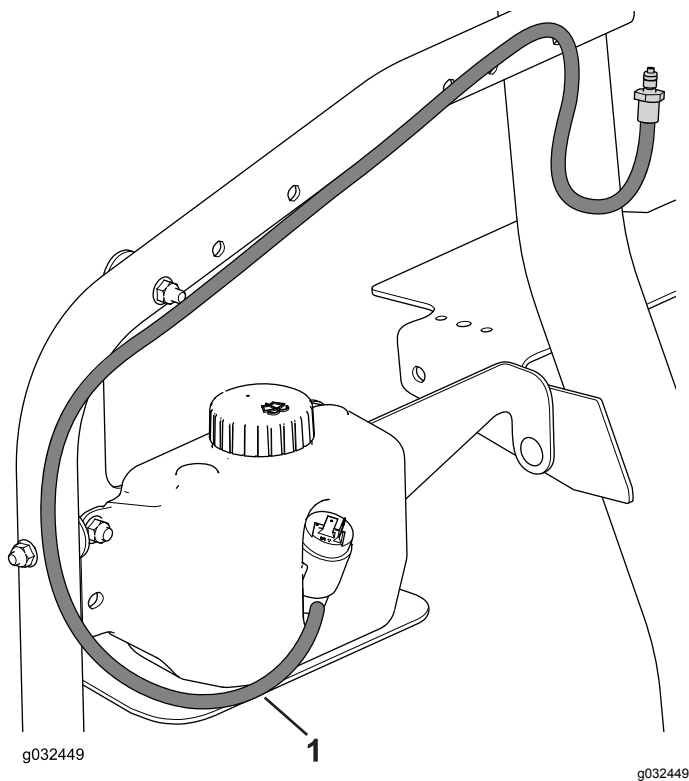

Figura 32
5. Conecte el tubo del lavaparabrisas al depósito del lavaparabrisas, y sujételo al bastidor con bridas (Figura 32).